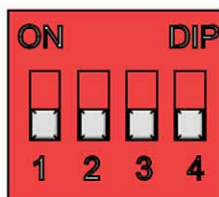

Рисунок 47 – Все переключатели выключены
- на разъеме «Диагностика» замкнуть контакты в соответствии с рисунком 46. Для удобства замыкания контактов можно воспользоваться разъемом. Для этого потребуется приобрести разъем PBD-6 (рисунок 47).